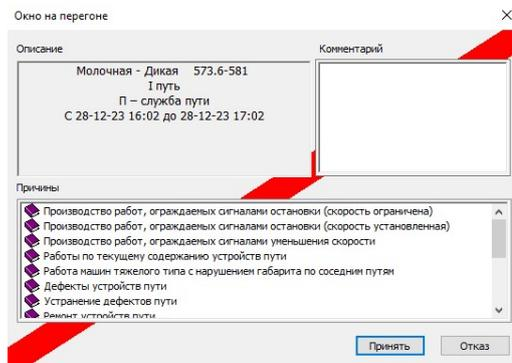

Рис.191.Окно «Окно на перегоне».
11. Для ввода служебной информации по «окну» нажать кнопку «Текст». Появится окно «Окно на перегоне» (см. рис. 191).